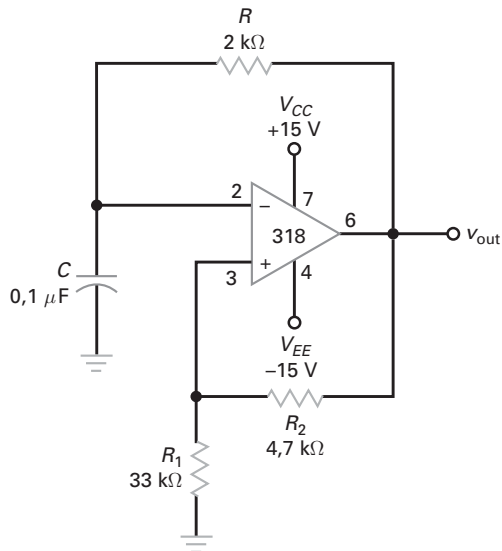

Figura 20-54
20-25 **MultiSim** Qual a frequência do sinal de saída na Figura 20-54?
- 20-26** **MultiSim** Se todos os resistores tiverem seus valores dobrados na Figura 20-54, o que acontecerá com a frequência?
- 20-27** O capacitor da Figura 20-54 é substituído por um de 0,47 μF. Qual o valor da nova frequência?
- 20-46** Queremos que a frequência de saída na Figura 20-54 seja 20 kHz. Sugira algumas alterações para realizar isso.